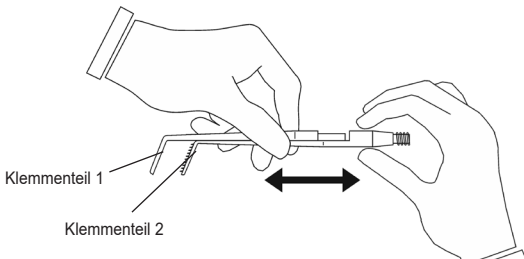

Abb. 4a
- Trennen Sie die Klemmenteile (1) und (2) (Abb. 4a und 4b).